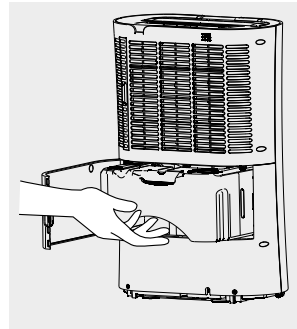

Abb. 2
1. Das Wasserbehälter (9) ist zu entleeren, sobald am Gerät die rote Kontrolllampe (2j) aufleuchtet und nach jedem Ausschalten des Gerätes.
2. Öffnen Sie die Wasserbehältertür (8) und ziehen Sie das Behälter energisch aber behutsam aus dem Gehäuse (Abb. 2).